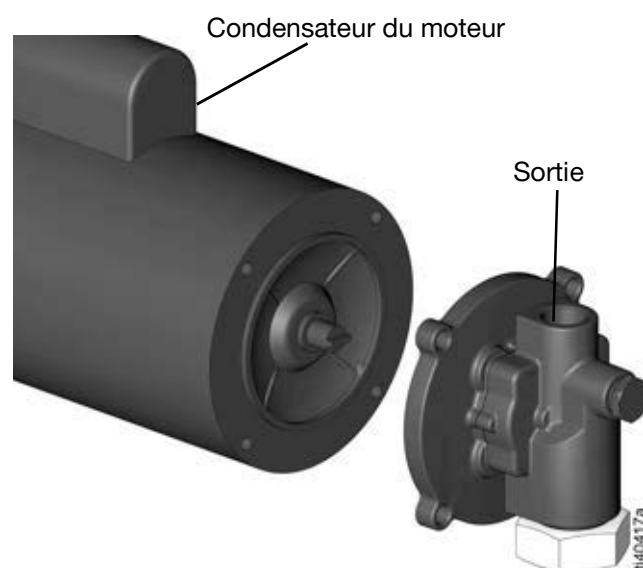

FIG. 6
- La sortie de pompe doit être orientée vers le haut et le condensateur du moteur et la sortie doivent tous deux être sur le dessus (FIG. 6).